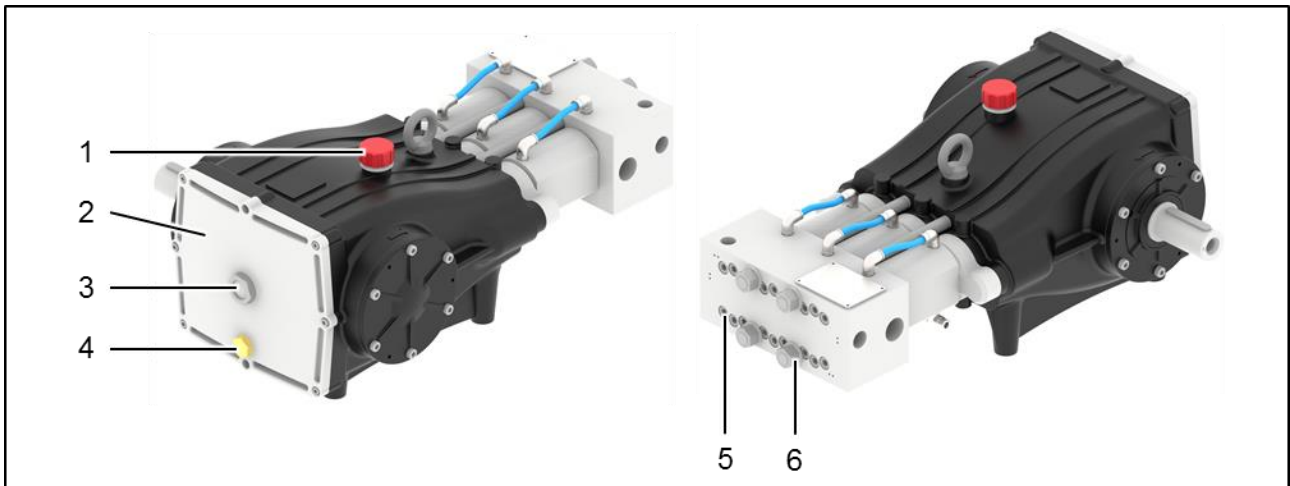

Figura 16: Componenti da controllare
1. Tenere a portata di mano un recipiente per l'olio di dimensioni sufficienti per raccogliere l'olio usato che fuoriesce dal tappo a vite (Figura 16: Posizione 4).
2. Aprire il tappo a vite (Figura 16: Posizione 4).
3. Aprire la bocchetta per il riempimento dell'olio (Figura 16: Posizione 1).
6. Qualora siano presenti residui metallici nell'olio, aprire il coperchio del riduttore (Figura 16: Posizione 2) e controllare se l'interno del riduttore presenta eventuali danni.
7. Riavvitare il tappo a vite (Figura 16: Posizione 4) nell'alloggiamento.
10. Rimontare il coperchio del riduttore (Figura 16: Posizione 2; qualora sia stato aperto) saldamente sull'alloggiamento.
11. Riempire con la quantità di olio prevista (Tabelle 7: Quantità d'olio) in base alla specifica (Tabelle 13: Oli) attraverso la bocchetta per il riempimento dell'olio (Figura 16: Posizione 1).
12. Controllare il livello dell'olio attraverso la spia (Figura 16: Posizione 3).
13. Riavvitare la bocchetta per il riempimento dell'olio (Figura 16: Posizione 1).